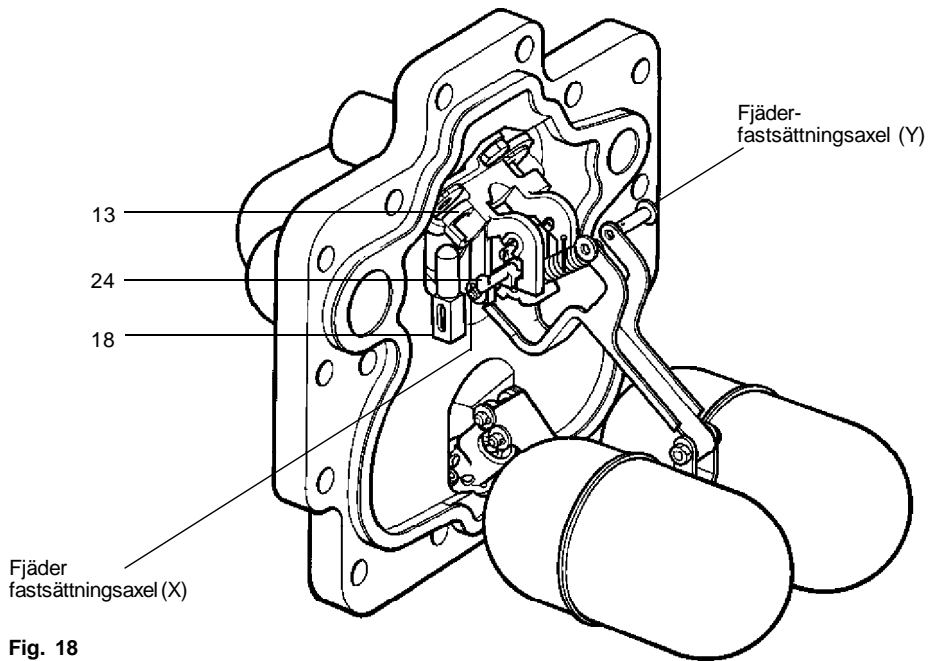

Fig. 18
4. Avlägsna sprintarna, brickorna, och axlarna (X och Y) från det övre och undre fjäderfästet (se Fig. 18).
8. Roter utblåsningsventilen bort från den vinklade axeln (del 24, visas i Fig. 18) var försiktig så att den lilla utblåsningsventilens fjäder inte skadas eller lossnar.